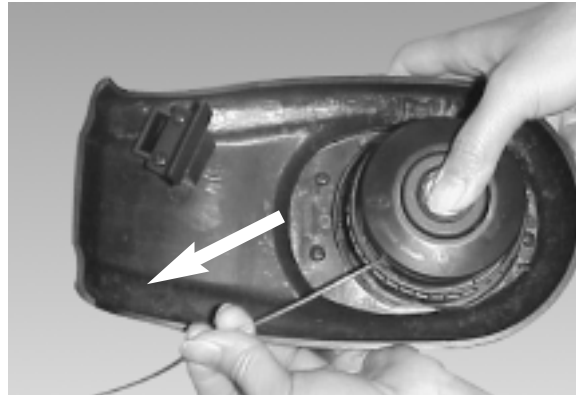

Fig. 6
1. Quand vous faites démarrer le coupe-herbe pour la première fois, assurez-vous que les fils de nylon touchent ou passent par-dessus la lame coupe-fil. S'ils ne sont pas assez longs, appuyez sur le bouton et tirez sur les fils de nylon simultanément. (Fig. 6)